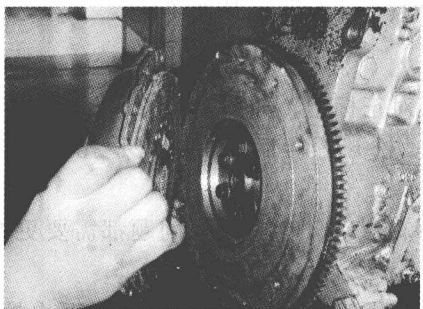

图 1-5 安装新离合器盘
- 5) 将新的离合器盘连同压盘安放在安装位置，离合器盘的朝向要正确，通常有标记的一面应面向飞轮，如图 1-5 所示。